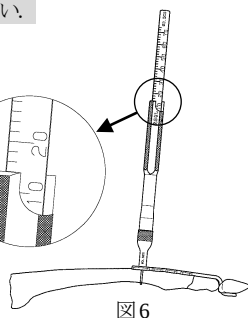

図 6
- 6) 3.5 コーティカル用デプスゲージの先端フックを反対側皮質に引っ掛け、スケールを読み取ります。(図 6)